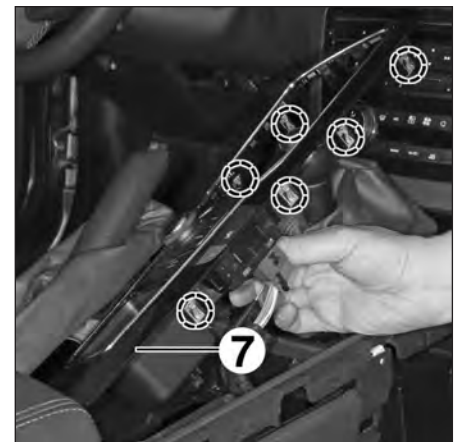
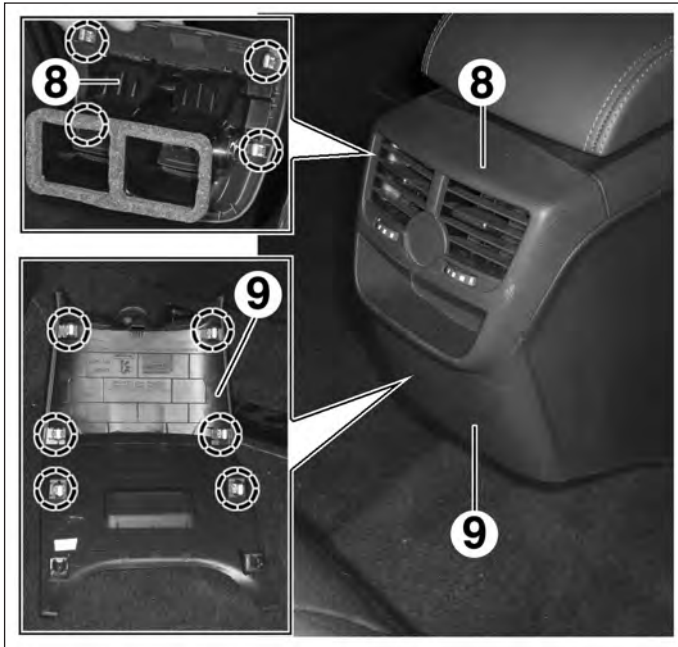

FIG.7
FIG.8
- la garniture centrale (7) (Fig.7).
- Débrancher les connecteurs attenants à la garniture centrale (7).
- Déposer la garniture centrale (7).
- Dégrafer l'aérateur arrière (8) de la console centrale à l'aide d'un outil plat non tranchant (Fig.8).
- Déposer l'aérateur arrière (8).